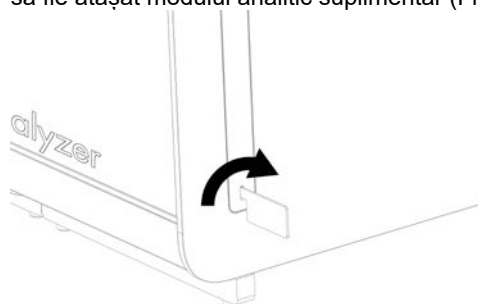

Figura 13. Scoaterea capacelor de protecție.
- 1.e. Scoateți capacele de protecție din partea laterală a modului analitic, la care urmează să fie atașat modulul analitic suplimentar (Figura 13).